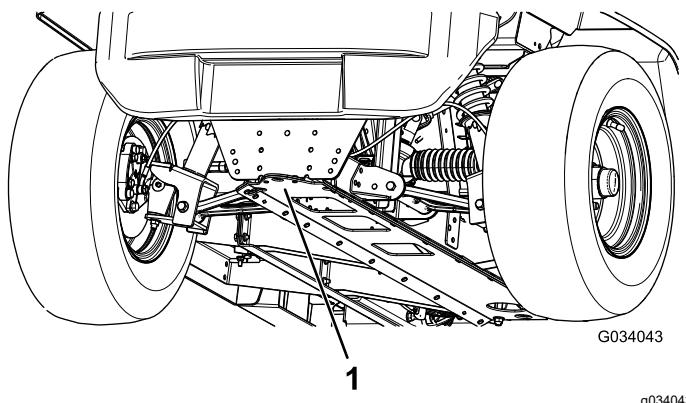

図 22
- ・ 車両前部のジャッキアップポイントは、牽引トングの後ろのフレーム前部です図22。